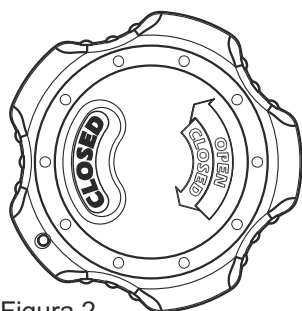

Figura 2
- 4.3 Montar el escudo exterior con el visor permitiendo la lectura "CLOSED", figura 2.